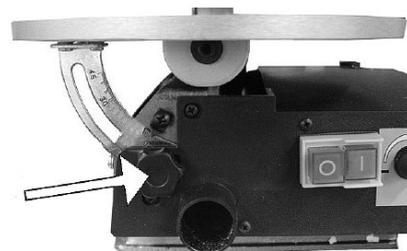

Abb. 15: Sägetisch neigen
Schritt 3: Lösen Sie den Tischverriegelungsknopf (Abb.15) und kippen Sie den Tisch, bis er ungefähr im rechten Winkel zur Klinge steht.